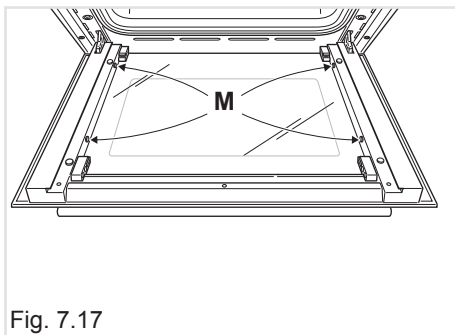

Fig. 7.17
- Vérifiez que les quatre patins en caoutchouc "M" sont en place (fig. 7.17).